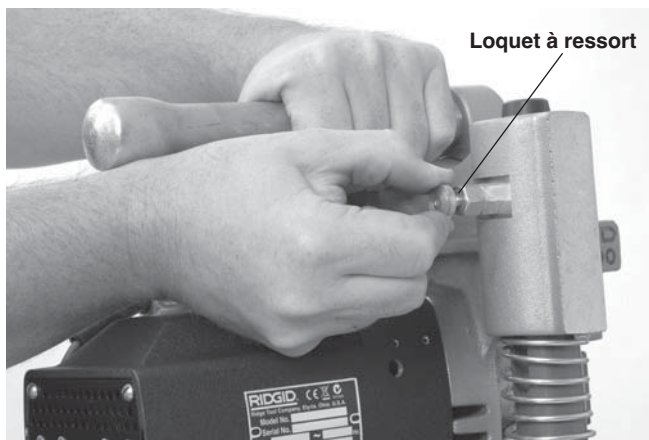

Figure 7 – Séparation du moteur de l'embase
- De l'absence de pièces usées, manquantes, mal alignées ou grippées. Assurez-vous que le moteur coulisse librement sur les poteaux de l'embase. Vérifiez que la chaîne et le levier pivotant se déplacent librement. Sur la HC-300, vérifiez le bon fonctionnement de la goupille d'arrimage du moteur (Figure 7).
1. Posez la scie à cloche HC-300 sur une surface saine et stable, tirez sur le loquet à ressort situé en partie haute de son poteau gauche pour libérer le moteur de l'embase, puis retirez le moteur (*Figure 7*).